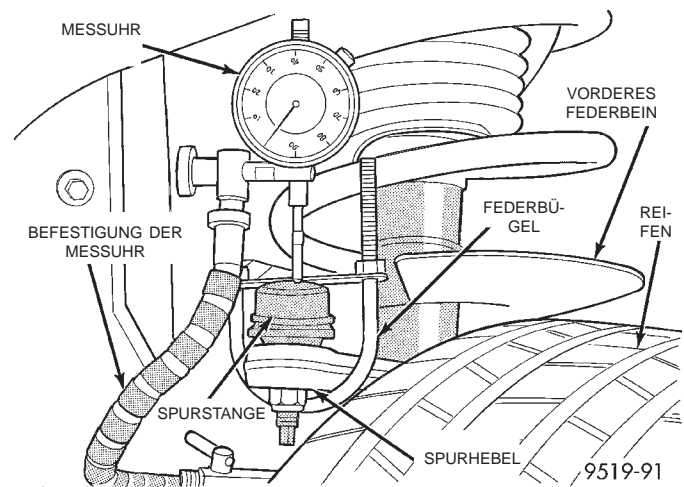

Abb. 1 Axialspiel des Spurstangenkopfes messen
(1) Das Fahrzeug auf eine Auffahr-Hebebühne oder eine Vermessungsanlage fahren, so daß die Räder das volle Gewicht des Fahrzeugs tragen.
(2) Die Hebebühne oder Vermessungsanlage so weit hochfahren, daß sich die Spurstange in Augenhöhe befindet.
(3) Eine Meßuhr am vorderen Federbein befestigen (Abb. 1).
(4) Einen Federbügel einbauen, der etwa 5 cm (2 Zoll) breit und mindestens 8 cm (3 Zoll) lang ist. Den Federbügel gemäß (Abb. 1) über den Spurstangenkopf und seine Aufnahme montieren. Die Muttern von Hand so weit anziehen, bis der Federbügel gerade eben in seiner Position fixiert ist.
(5) Die Meßnadel auf die Mitte des Spurstangenkopfes halten (Abb. 1) und die Meßuhr auf Null stellen.
(6) Beide Muttern mit einem Drehmoment von jeweils 2,7 N·m (24 in. lbs.) festziehen. Die Sollwerte für das dabei gemessene Axialspiel betragen maximal 2,54 mm (0,100 Zoll) bei einem neuen Spurstangen-